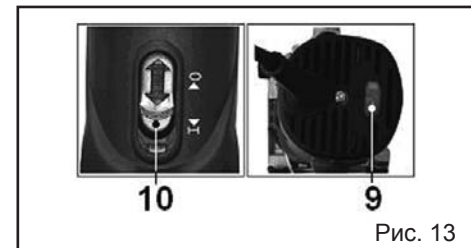

Рис. 13
8.1. Включение и настройка необходимой частоты вращения шпинделя (рис.13).